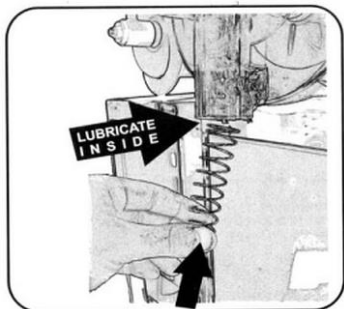
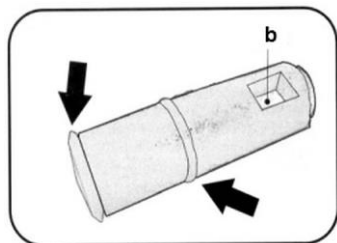

Рис. 38
Рис. 40
1. Перед монтажем компонентів зливного крана змочити водою прокладки (рис. 38) та прокладки (рис. 40).
3. При вставленні штифта зливного крана необхідно переконатися, що невеликий отвір (див. рис. 40) знаходиться точно перед вами.